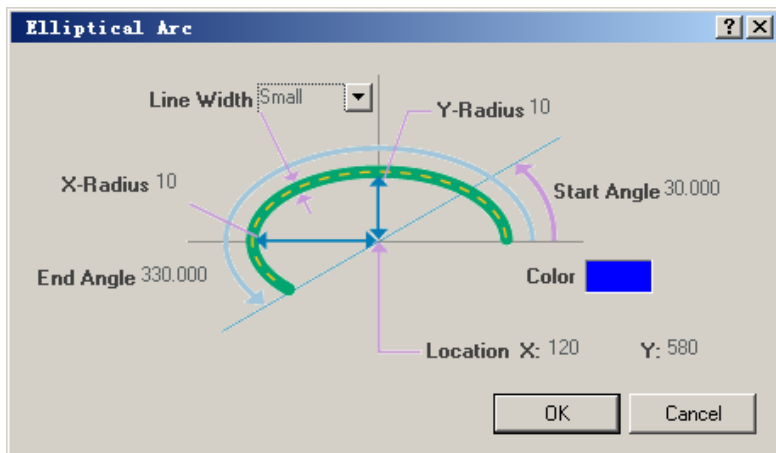

图 2.117 “Elliptic Arcs”对话框
(2) 单击键盘上的“Tab”键，打开如图 2.117 所示的“Elliptic Arcs”对话框。